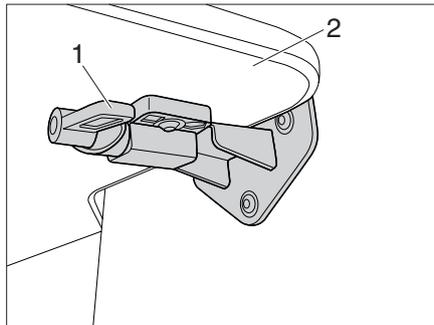

Fig. 21 Chiavistello della prolunga del letto (accessorio opzionale)
- Ruotare di 180° il chiavistello (Fig. 21,1) a sinistra e a destra della prolunga del letto (Fig. 21,2).